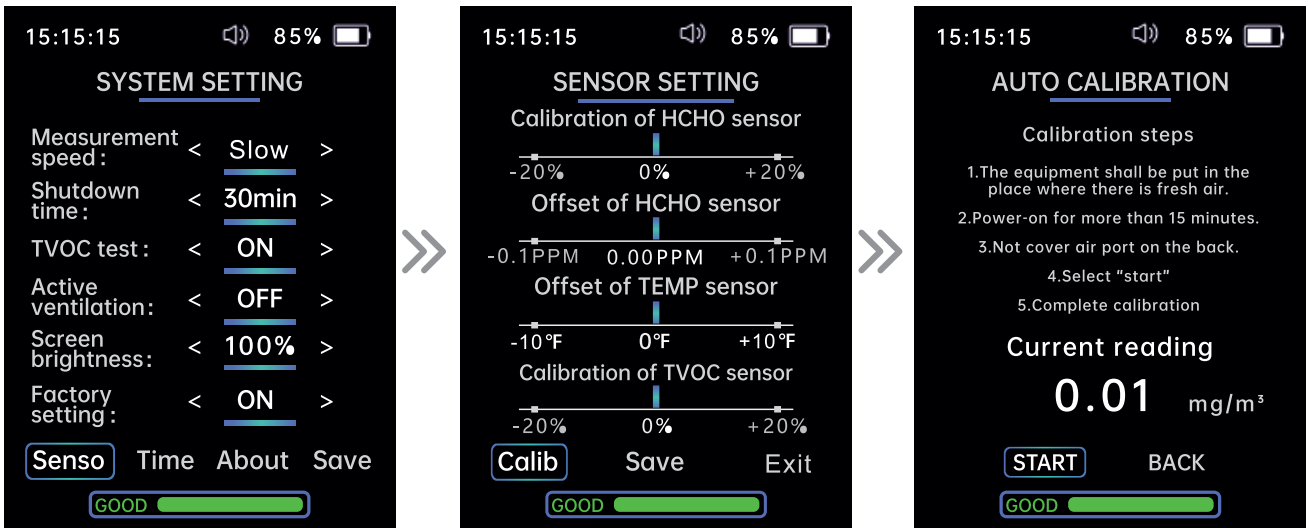

Рисунок 6
Меню системных настроек (рис. 6) используется для настройки функций и параметров прибора. Нажимайте кнопки «Влево» (4) и «Вправо» (8) для переключения между окнами системных настроек и калибровки.